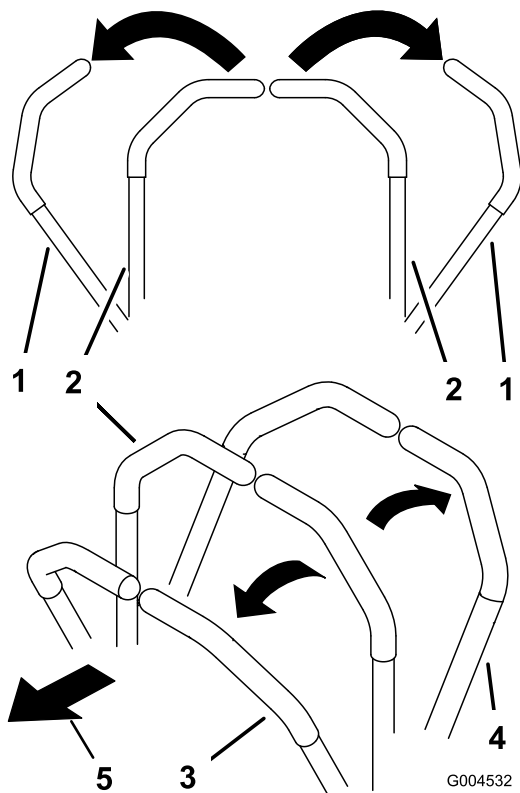

Рисунок 17
1. Переведите рычаги управления движением (Рисунок 17) от себя в нейтральные фиксированные положения.
- Для перемещения прямо вперед медленно передвиньте рычаги управления движением вперед (Рисунок 17).
- Для перемещения прямо назад медленно передвиньте рычаги управления движением назад (Рисунок 17).
- Чтобы повернуть, замедлите скорость машины, потянув назад оба рычага, затем нажмите вперед на рычаг, противоположный той стороне, в которую вы хотите повернуть (Рисунок 17).